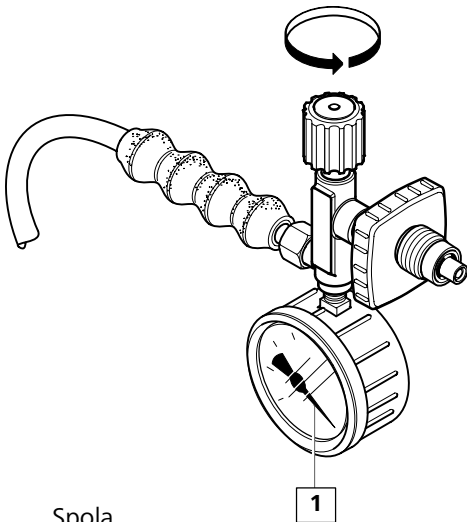

Fig. 8 Spola
- Öppna påfyllningsventil (Fig. 8), vänta tills luft strömmar ut och låt anläggningen spola under minst 1-2 minuter, d.v.s. töm ut tryckluften.